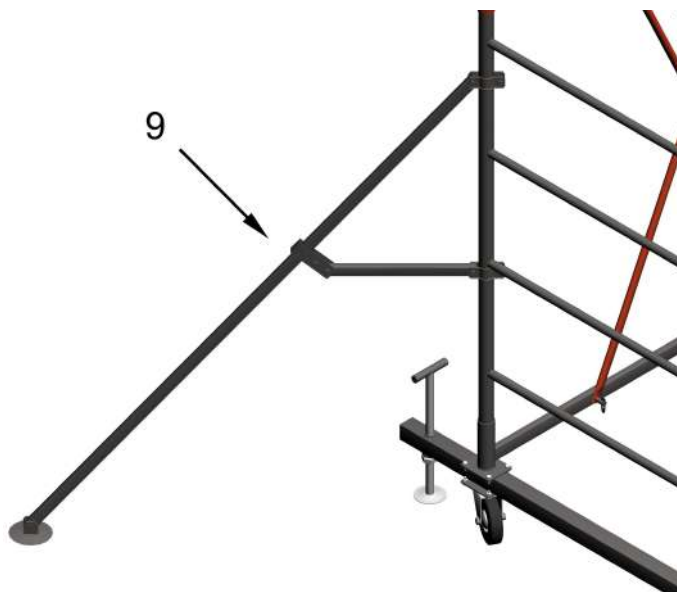

Рис.3
- 5.1. При сборке вышки высотой от 5.24 метра (3секции включительно), у основания необходимо закрепить стабилизаторы (9) для дополнительной устойчивости вышки. (Рис.3)